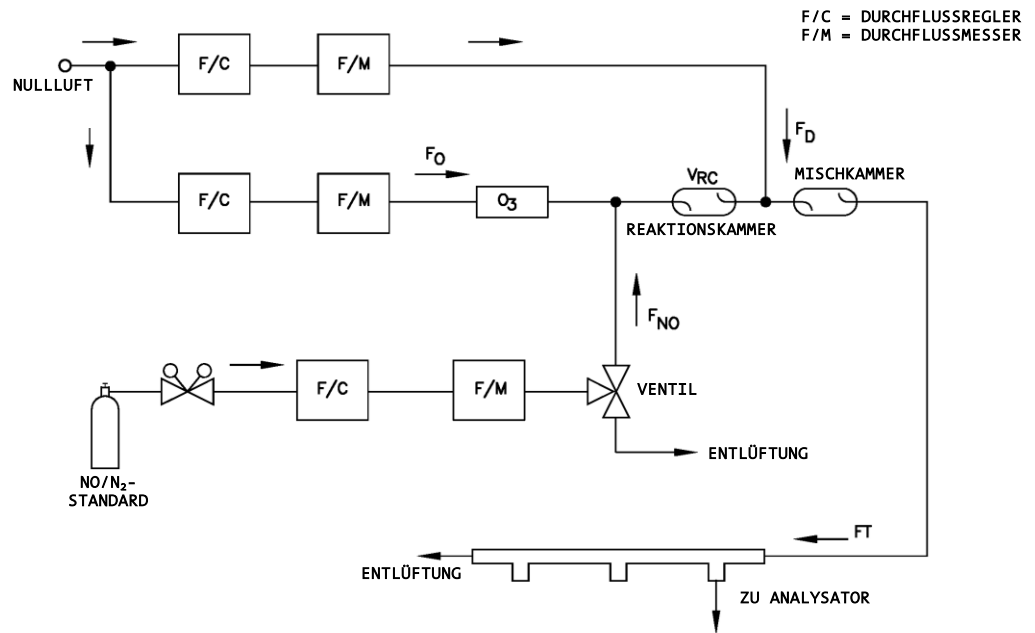

Abbildung 4–1. GPT-System
**Gasphasentitrator** Ein Gasphasentitrator (GPT), wie z. B. im Thermo Scientific 146iQ Multigas-Kalibrator *enthalten*, wird zur Erzeugung von NO2-Konzentrationen aus NO-Konzentrationen verwendet. Abbildung 4–1 zeigt die vorgeschlagene Platzierung der Bestandteile eines Geräts für die Gasphasentitration.